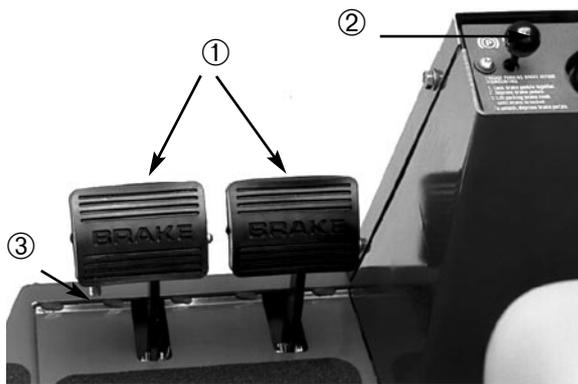

Figure 14
**Pédales de frein** (Fig. 14)—deux pédales commandent les freins de roues individuels pour faciliter le braquage, le stationnement et l'adhérence sur les pentes transversales. Une goupille de blocage relie les pédales entre elles pour serrer le frein de stationnement et pour le transport.
**Verrou du frein de stationnement** (Fig. 14)—un bouton situé à gauche de la console actionne le verrou du frein de stationnement. Pour serrer le frein de stationnement, relier les pédales au moyen de la goupille de blocage, appuyer sur les deux pédales et tirer sur le verrou du frein. Pour desserrer le frein de stationnement, appuyer sur les deux pédales jusqu'à ce que le verrou se rétracte.